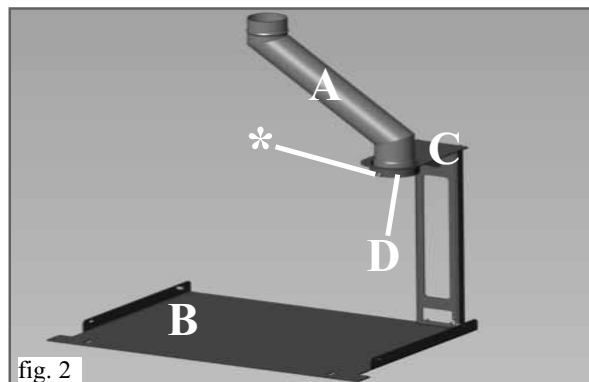

fig. 2
- Intubare la vecchia canna fumaria in muratura con canna in acciaio e applicare alla sua base lo spezzone di canale da fumo (A) per collegarsi all'uscita fumi dell'inserto (che risulterà disassata).
- Installare e fissare con tasselli la piastra di appoggio (B) nella posizione definitiva che avrà l'inserto.
- Posizionare e fissare (con i bulloni in dotazione) la staffa (C) di centraggio dello spezzone di canale da fumo (A).
- Calzare lo spezzone di canale da fumo sul collare (D) della staffa (C) appoggiandolo sulla vite (*) fig 2).